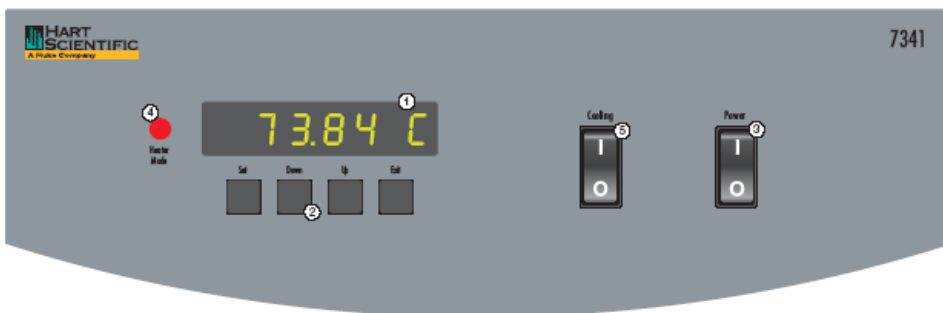

图 3 前面板
在控制器前面板有如下的控制开关和指示灯(参见下列的图3):(1) 数字式 LED 显示屏、(2) 控制按钮、(3) 恒温槽电源开关、(4) 控制指示灯, 以及(5) 制冷开关。